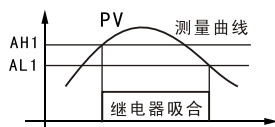

图1
- (1) 设定 $AH1=AL1$, 继电器无效。
- (2) 设定 $AH1>AL1$, 当测量值 $\geq AH1$ 时, 继电器吸合; 当测量值 $\leq AL1$ 时继电器释放, 继电器动作情况见图1, 常用于上限报警。